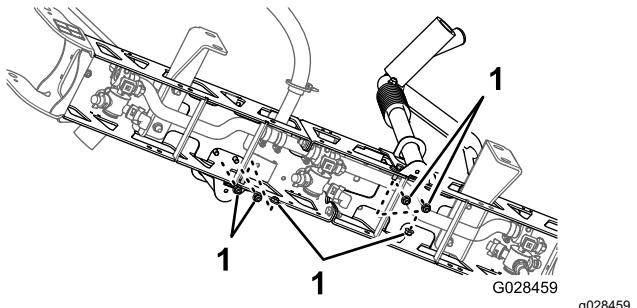
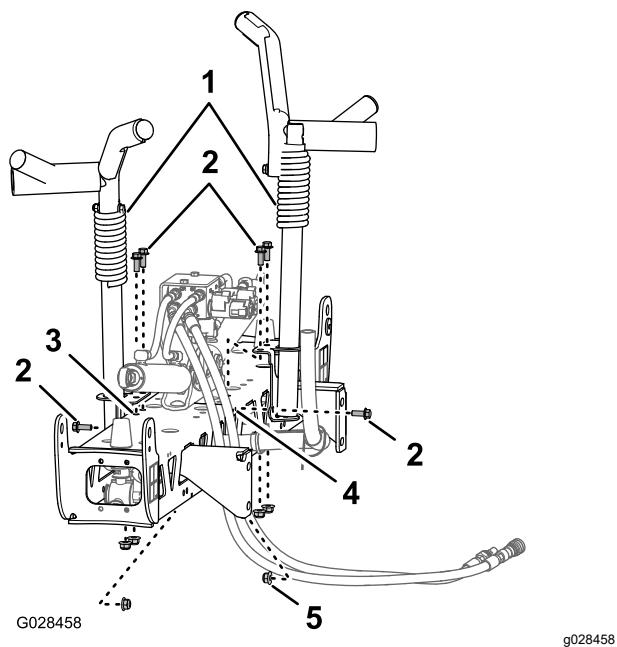

Bild 38
Bild 37
- Befestigen Sie die Gabeln mit sechs Schrauben ($\frac{3}{8}$ " x 1") und sechs Sicherungsbundmuttern ($\frac{3}{8}$ ") am Auslegerabschnitt (Bild 37 und Bild 38).
- Fluchten Sie die Transportgabeln des mittleren Auslegerabschnitts aus (Bild 37).